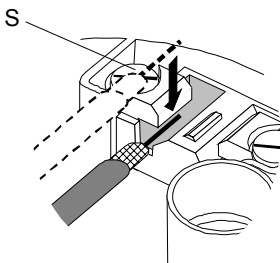

Fig.: 4
4. Ouvrir les vis de contact S assez, pour insérer le conducteur intérieur entre la part plastique blanche et la noire (Fig. 4).